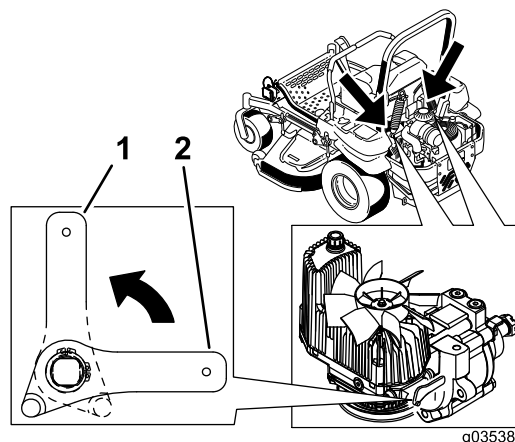

Figure 40
2. Tournez les leviers des valves de déblocage à la verticale pour pousser la machine (Figure 40).
4. Tournez les leviers des valves de déblocage à l'horizontale pour utiliser la machine (Figure 40).